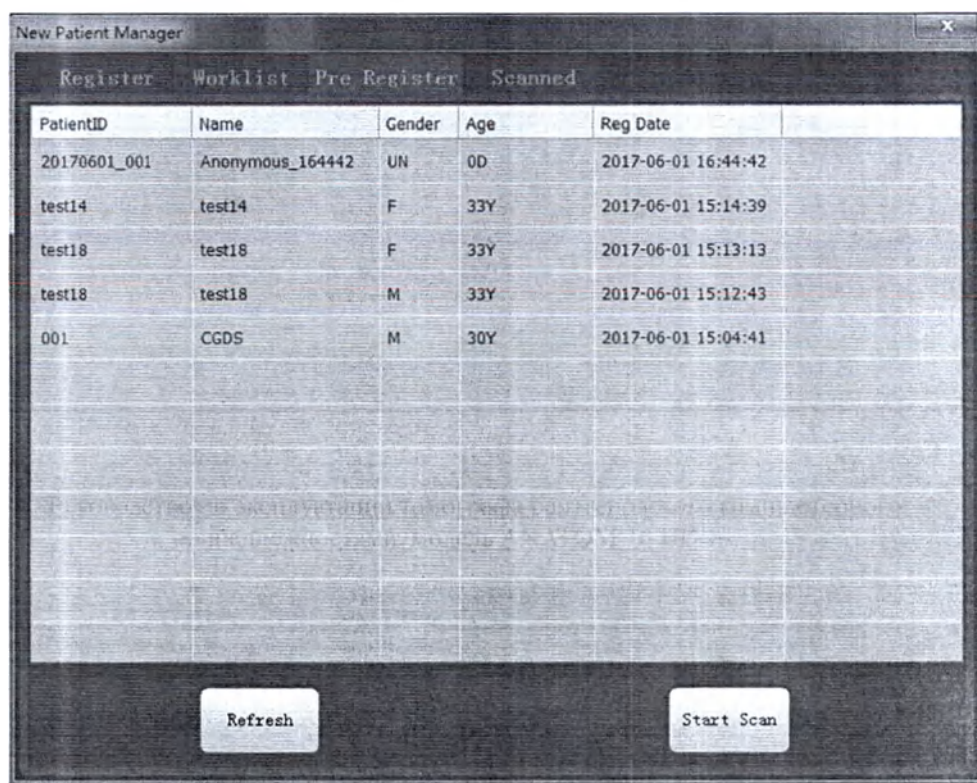

Рисунок 47 Список предварительной регистрации пациента
- (2) Для того чтобы перейти к сканированию предварительно зарегистрированного пациента, сверху окна регистрации нажмите вкладку [Предварительная регистрация] [Pre Register] (см. рис. 47).